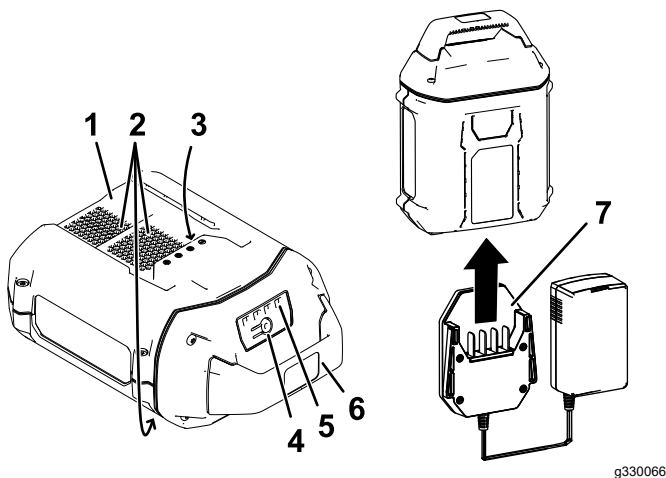

Figure 9
2. Alignez le chargeur sur la cavité au dos de la batterie (Figure 9).
3. Glissez le chargeur dans la batterie jusqu'à ce qu'il soit complètement enclenché (Figure 9).